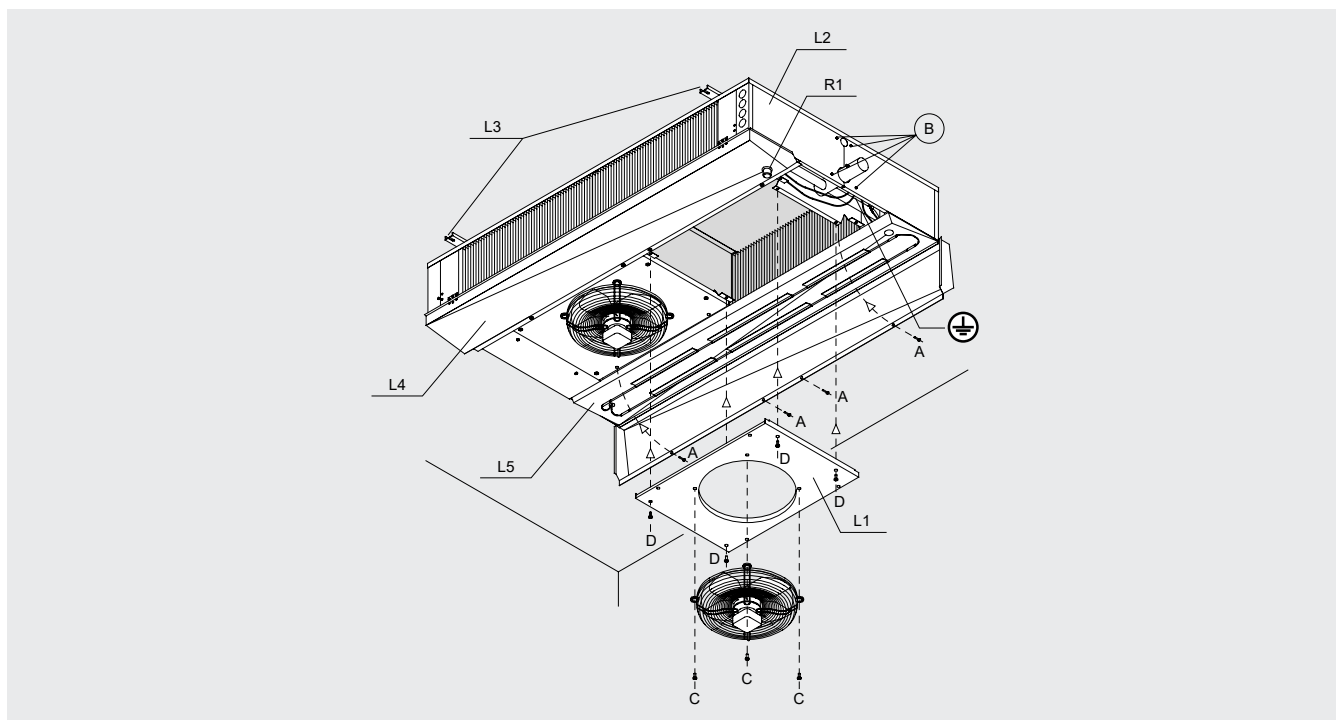

Figura 5
- 8.2 Desenroscar los pomos de fijación A para abrir la bandeja L4, llevandola hasta la posición representada en la "Figura 5".